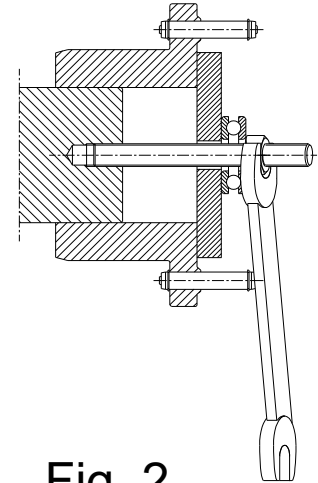

Fig. 2
- -Il est déconseillé de monter à coups de marteau les plateaux sur les arbres, ceci pour ne pas abîmer les paliers supportant les arbres à relier. Le montage s'effectuera de préférence à l'aide d'une tige filetée avec écrou et d'une rondelle. Il suffit de visser cette tige dans le trou taraudé de l'arbre. Une butée à billes simplifiera beaucoup le travail (voir fig.2 page 6).